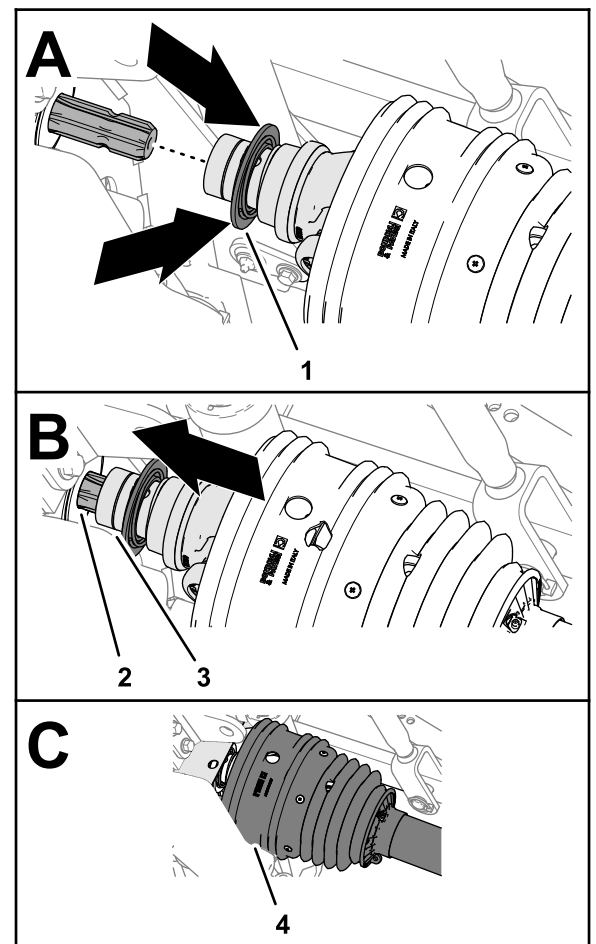

Figure 31
2. Tirez la bague de blocage de l'accouplement rapide vers l'arrière (Figure 31).
par-dessus les cannelures de l'arbre de sortie de la PDF (Figure 31).
5. Vérifiez que la protection recouvre la chape de l'arbre de transmission (Figure 31).